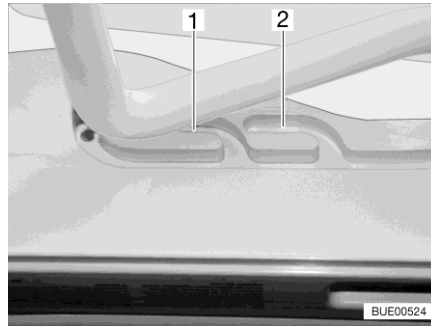
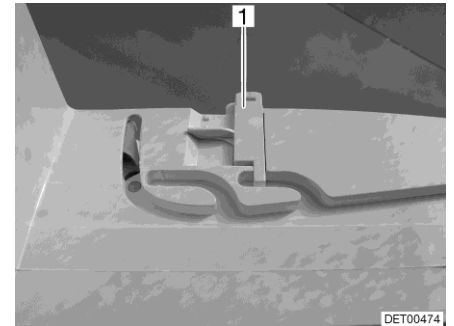

Fig. 109 Guida (posizione di ricircolo d'aria)
Fig. 110 Bloccaggio (posizione di ricircolo d'aria)
È possibile portare l'oblò Heki in due posizioni di ricircolo d'aria: Posizione brutto tempo (Fig. 109,1) e posizione centrale (Fig. 109,2). A seconda del modello, l'oblò può essere bloccato sulla posizione centrale del suo telaio con i due chiavistelli (Fig. 110,1) di sinistra e destra.
- Premere la staffa leggermente verso l'alto, spingerla nella guida selezionata (Fig. 109,1 o 2) ed eventualmente bloccarla.